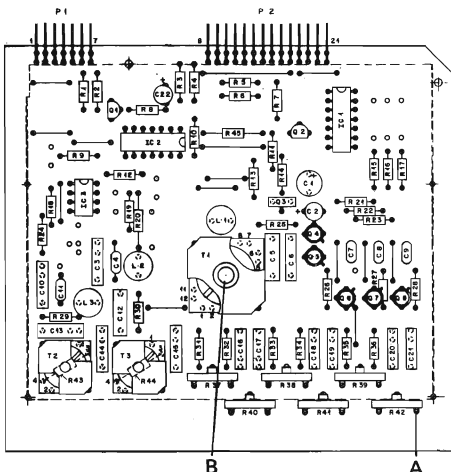

Fig. 5.6
- Digitalzähler an Punkt A (Fig. 5.6) anschliessen.
- Die Frequenz muss 105 kHz $\pm$ 1 kHz betragen. Falls die Abweichung grösser ist, kann dies mit dem Spulenkern von T1 (Fig.5.6, Punkt B) korrigiert werden.
- Connect digital counter to point A (Fig. 5.6).
- The frequency must measure 105 kHz $\pm$ 1 kHz. If the deviation is larger, this can be corrected with the trimmer slug of T1 (Fig. 5.6, point B).
- Raccordez le fréquencemètre digital au point A (fig. 5.6).
- La fréquence doit être de 105 kHz $\pm$ 1 kHz. Si l'écart est plus grand, il peut être corrigé en agissant sur le noyau de T1 (fig.5.6 point B).